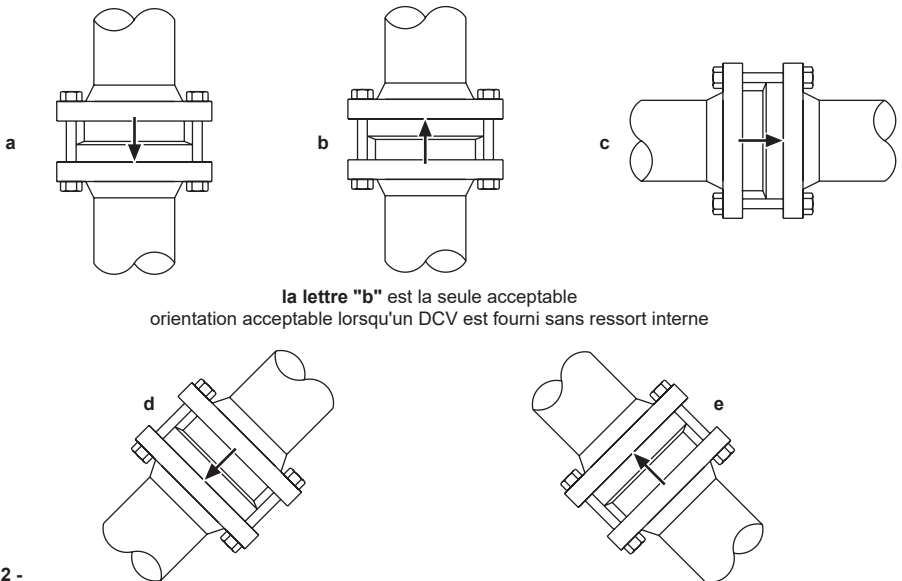

Fig. 2 -
- 3.5** Les clapets de retenue à disque s'insèrent simplement entre deux brides de tuyauterie (voir Fig. 2). Des joints standard sont utilisés de chaque côté du clapet, ainsi que des boulons ou des goujons plus longs. Note : les brides, les boulons (ou goujons), les écrous et les joints d'étanchéité doivent être fournis par l'installateur. Il convient de respecter les pratiques normales en matière de boulonnage des brides, par exemple en serrant les boulons au couple dans l'ordre inverse.